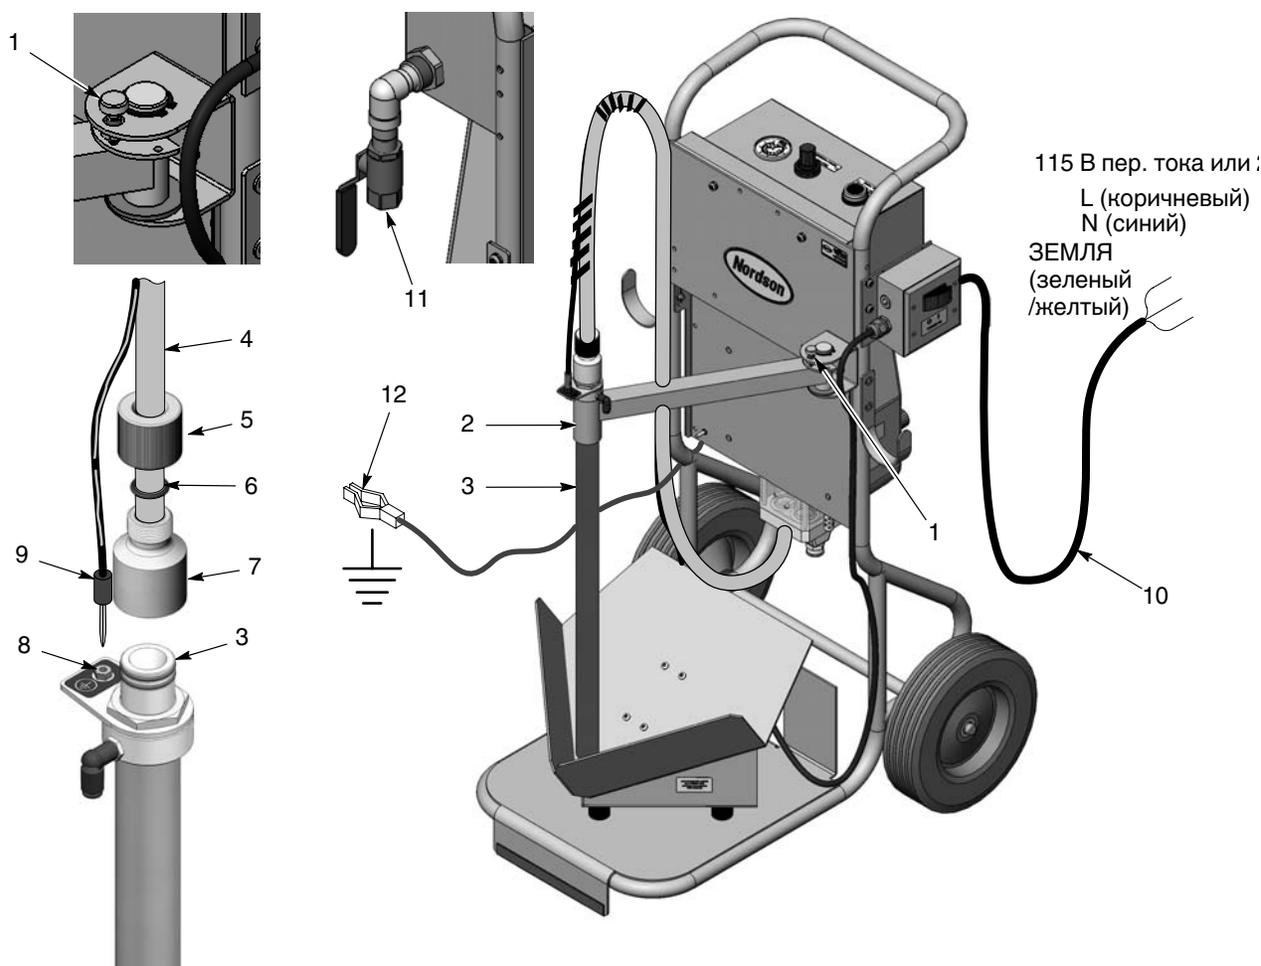

Рис. 2 Монтаж
2. См. рис. 2. Вытянуть стопорный штифт (1) и отвести штангу всасывающей трубки (2). Отпустить стопорный штифт и зафиксировать штангу.
3. Вставить всасывающую трубку (3) в кольцо на конце штанги.
4. Подсоединить 16-мм транспортирующий шланг (4) к переходнику всасывающей трубки.
5. Вставить провод заземления (9) в гнездо заземления (8) на всасывающей трубке.
6. Подсоединить три провода электрического кабеля (10) к трехштыревой электрической вилке или электрической панели. Электропитание, подаваемое на систему, должно соответствовать номинальному напряжению вибрационного электродвигателя.
7. Подсоединить источник сжатого воздуха к шаровому крану  $1/2$  NPT (11).
8. Подсоединить зажим провода заземления (12) к технологической земле.